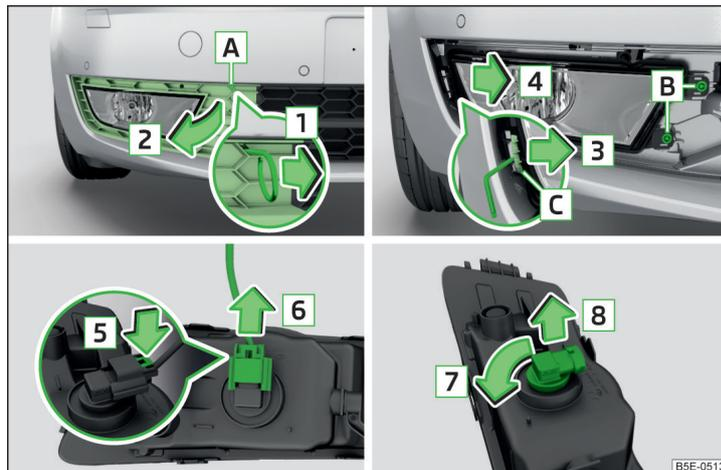

Abb. 247 Nebelscheinwerfer ausbauen / Glühlampe wechseln - Variante 1
- In die Öffnung **A** » Abb. 247 den Bügel zum Abziehen der Radvollblenden » Seite 221, Bordwerkzeug einführen.
- › Den Nebelscheinwerfer entgegen der Pfeilrichtung **4** » Abb. 247 einsetzen und festschrauben.